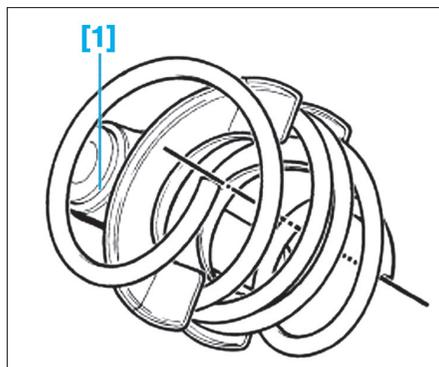

Fig. 5
- [1]. Compresseur de ressort (Fig.5).
- Dans le cas de l'échange du ressort, respecter la position de celui-ci sur le compresseur [1] pour ne pas être gêné lors de la repose (Fig.5).